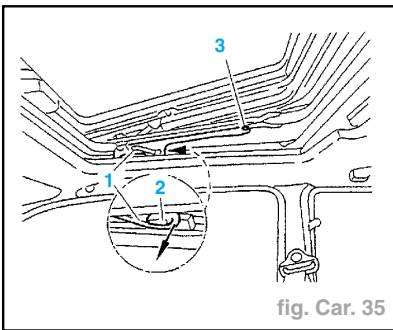

fig. Car. 35
- Respecter le couple de serrage de **0,04 daN.m** maxi sur les fixations (21) et (23).
- Déposer la vis (3) (de chaque côté) (fig. Car. 35).